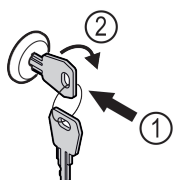

Fig. 89 Voorbeeld
- Sleutel erin duwen Fig. 89 (1).
- Sleutel 90° rechtsom draaien Fig. 89 (2).